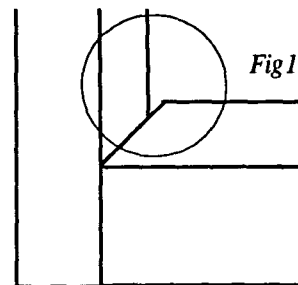
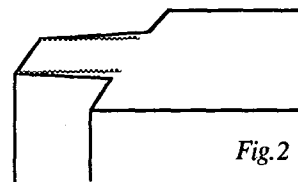

Fig.1
Fig.2
- Ils peuvent ne pas être d'équerre sur chant (fig. 1).
C. Vérifiez la forme des tenons et mortaises (fig. 2)
En effet, l'eau contenue dans la colle a légèrement fait gonfler le bois au niveau de l'assemblage (figure 1). Si vous affleurez trop vite, il en résultera un creux au niveau du joint (figure 2) après séchage complet.